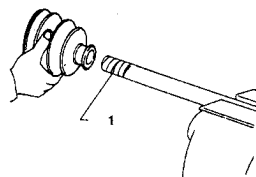

Рис. 8.10 Клейкая лента обмотана вокруг шлицов вала (См. Раздел 4)
10. Перед установкой чехла на полуось обмотайте шлицы клеевой лентой для защиты чехла (См. Рис. 8.10).